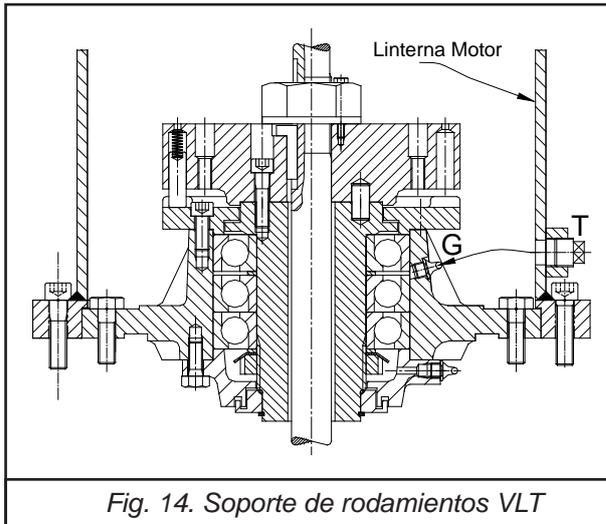

Fig. 14. Soporte de rodamientos VLT
11.1 Lubricación del soporte de rodamientos (Ver Fig. 14)